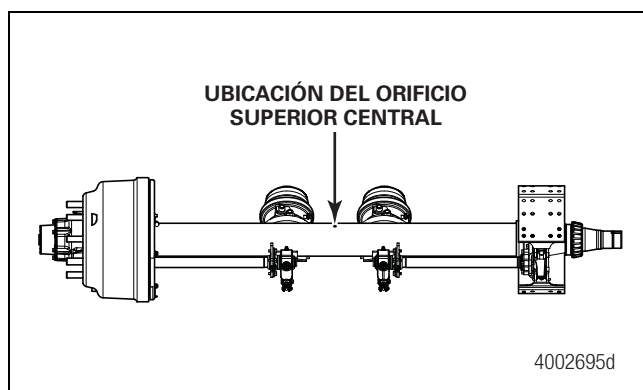

Figura 6.2
1. La mayoría de los ejes de semirremolque de Meritor se fabrican con un diámetro de 0.31 de pulgada (7.874 mm) taladrado parcialmente a través del tubo de eje. Dicho orificio identifica la parte superior del eje. Figura 6.2.